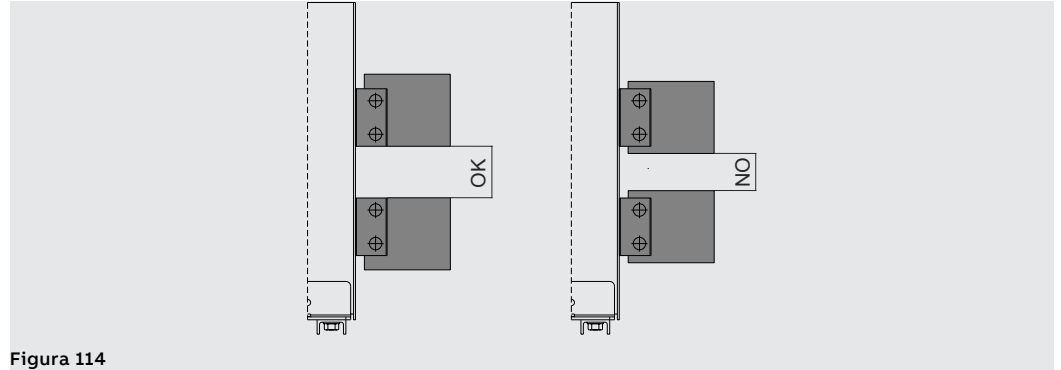

Figura 114
- Garantizar la máxima distancia posible entre las barras de entrada y las de salida. Véase ejemplo Figura 114.